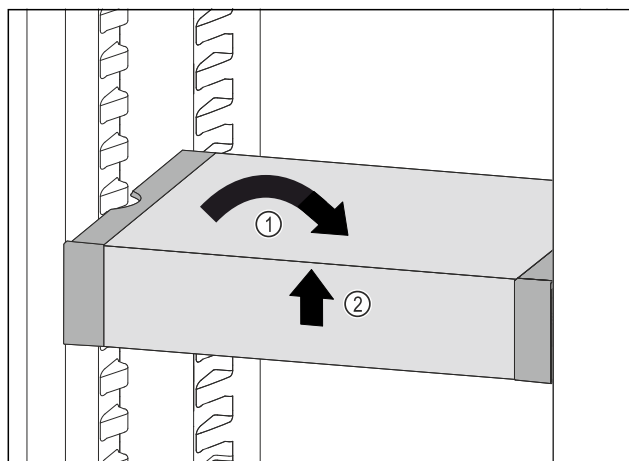

Fig. 95
- ▶ Coloque el VarioSafe en posición recta. Fig. 95 (1)
- ▶ Levante el VarioSafe por delante. Fig. 95 (2)